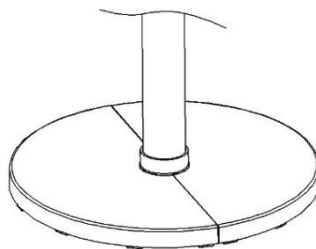

Abb. 2
2. Das Standrohr in die Mitte des Fußes stecken. Das Gewinde am unteren Ende fest eindrehen (siehe Abb. 2 & 3)